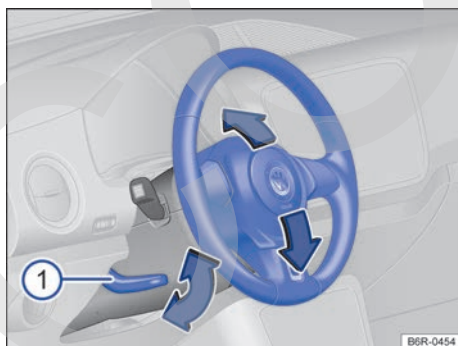

Fig. 36 Ajustar la posición del volante mecánicamente.
- Empujar la palanca → fig. 36 ① hacia abajo.